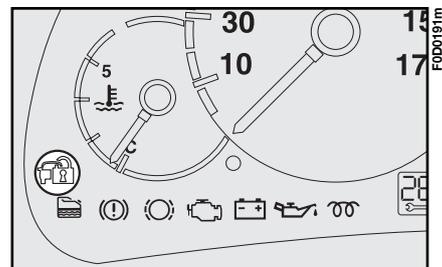

fig. 5
1) si el testigo  **fig. 5**, ubicado en el tablero de instrumentos, emite un breve parpadeo, indica que el sistema de protección ha reconocido el código de la llave y desactiva el bloqueo del motor. Al girar la llave a la posición **AVV**, el motor se pone en marcha.